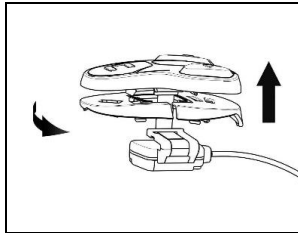

Fig. 19
- Rotar el soporte teclado hasta colocarlo según la Fig. 19 y engancharlo en el teclado.